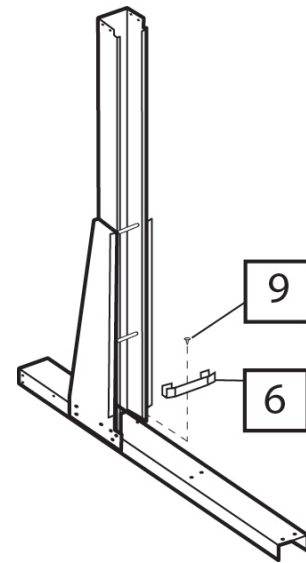

Abb. 7.
- Nachdem alle Schrauben ohne Gewalteinwirkung festgezogen sind, muss, wie in Abb. 7 zu sehen, der Laufschieneanschluss (6) mit einer Schraube (9) angebracht werden. Alle Gruppen verbundener Elemente bezeichnen wir als Modul.